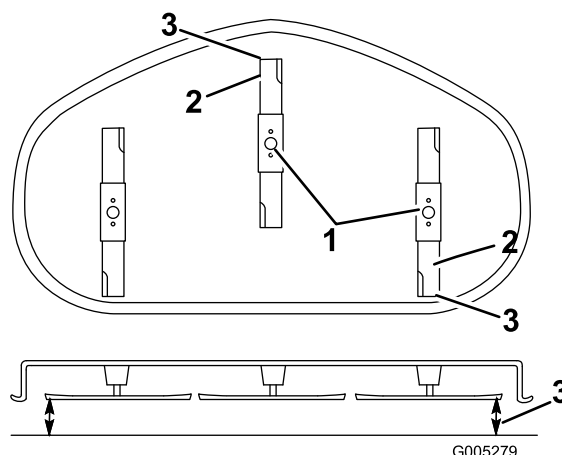

Figure 45
5. Réglez la hauteur de coupe à la position **D** (76 mm) et tournez les lames avec précaution dans le sens longitudinal (Figure 45).
6. Mesurez la distance entre la pointe de la lame avant et la pointe de la lame arrière par rapport à la surface plane (Figure 45). Si la pointe avant de la lame n'est pas de 1,6 à 7,9 mm plus basse que la pointe arrière, réglez le contre-écrou avant.
réglage de l'écrou jusqu'à ce que la pointe avant de lame soit de 1,6 à 7,9 mm plus bas que la pointe arrière (Figure 45).